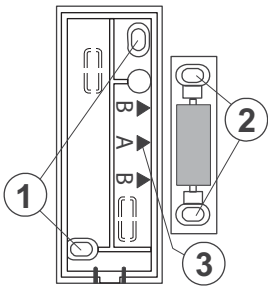

fig. 3
- Schrauben sie den hinteren Kunststoff an den festen Teil der Türen (Fenster) die Zeichen A, B auf diesem Kunststoff markieren die Platzierung des Magnets (fig. 3).